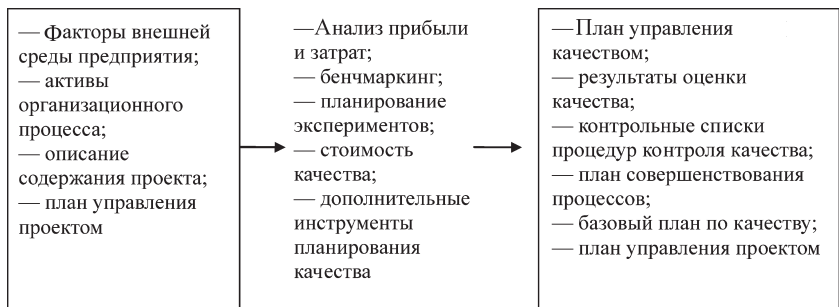

Рис. 3.12. Планирование качества
- планирование качества — определение стандартов качества, применимых к проекту, и мер для их достижения (рис. 3.12, 3.13). Для правильного планирования необходима информация о самых разных аспектах качества в проекте — от стратегии в области качества до самых подробных документов, регламентирующих всю систему качества в проекте, касающуюся содержания проекта, конкретных спецификаций, стандартов в области услуг, информации о технологических процессах и т. д;